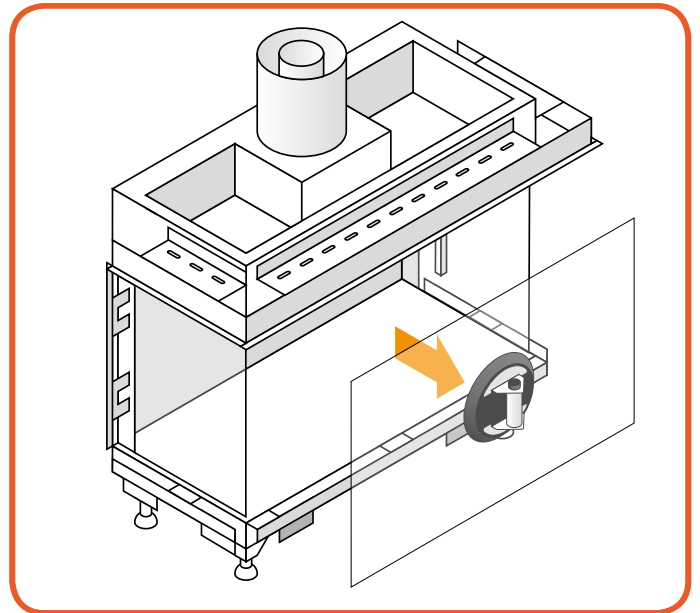

Abbildung 10-6: Herausnehmen der Frontscheibe
- Heben Sie das Glas leicht an und neigen Sie es etwas, um es aus der Öffnung zu ziehen (siehe Abbildung 10-6).